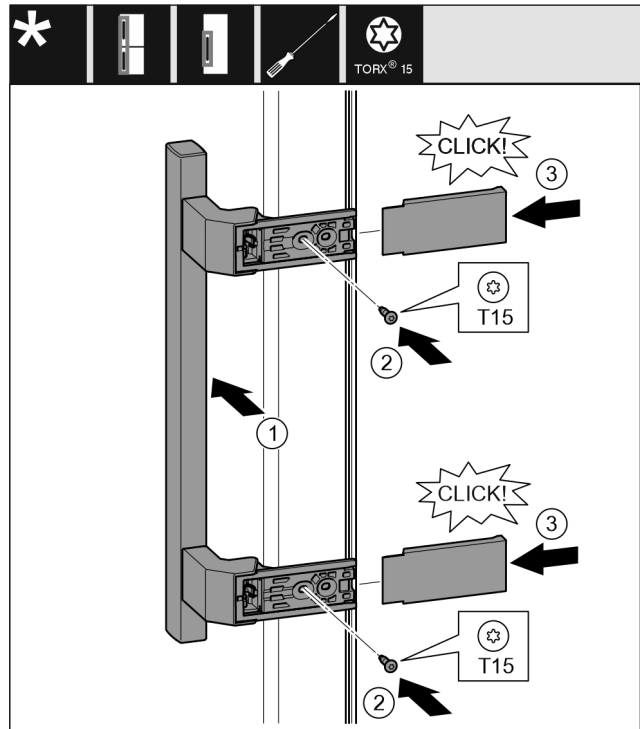

Fig. 20
- Aplicați și fixați mânerul pe partea opusă. Fig. 20 (1)
- Înșurubați ferm șuruburile cu șurubelnița T15. Fig. 20 (2)
- Aplicați lateral și împingeți capacele. Fig. 20 (3)